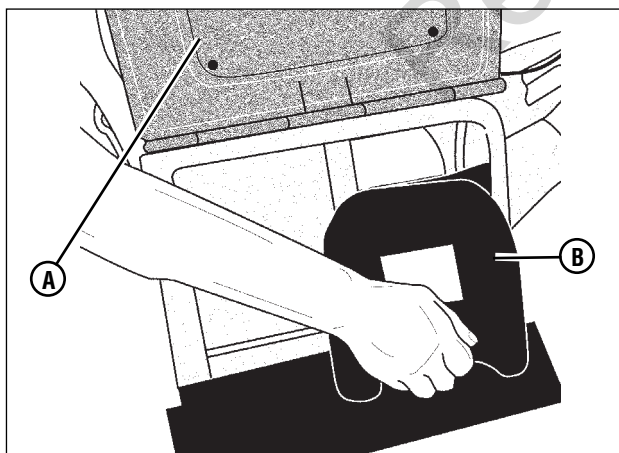

Figure 10 : Dépose du bouchon de recyclage
1. Levez la porte d'évacuation arrière (A, Figure 10).
2. Enlevez le bouchon de recyclage (B) du déversoir d'évacuation arrière.